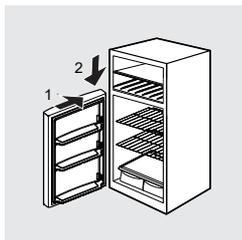

figura 9
9. Baje la puerta del refrigerador en posición de apertura sobre el pasador de la bisagra inferior y cierre la puerta (consulte la figura 9).